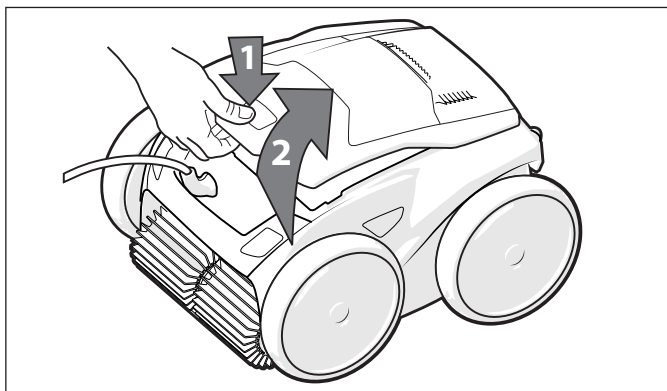

Figure 19. Soulever le couvercle du nettoyeur
3. Poussez le verrou du couvercle (1) et soulevez le couvercle (2) jusqu'à ce qu'il soit bloqué en position verticale. (Figure 19).